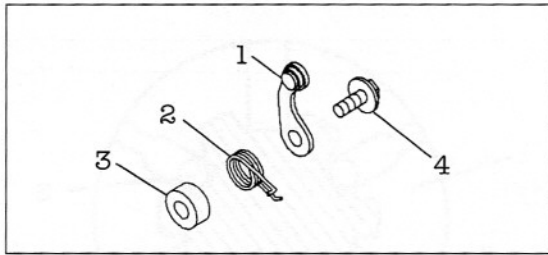

Bild 270
- Schaltwalzen-Anschlaghebel (Bild 270) an Gehäuse anbringen (9,8 Nm).